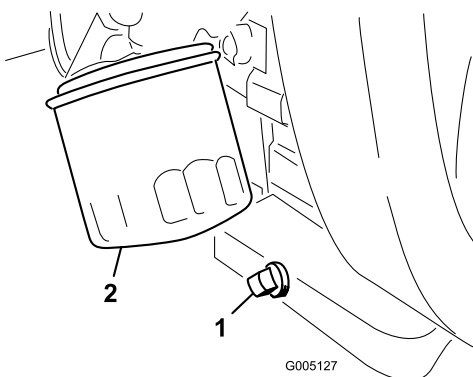

Figura 48
- Togliete il tappo di spurgo (Figura 48) e lasciate defluire l'olio in una bacinella. Quando l'olio cessa di defluire, rimontate il tappo.
- Togliete il filtro dell'olio (Figura 48). Spalmate un leggero strato di olio pulito sulla nuova guarnizione del filtro.